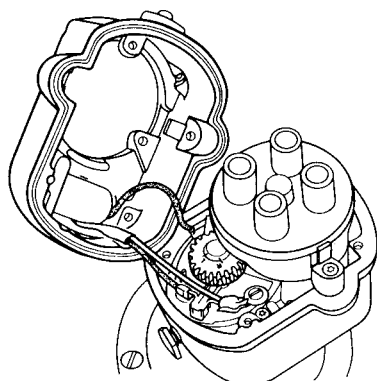

Figure 7.18
- A. Connecter les fils aux rupteurs de tachymètre. (Voir figure 7.18)